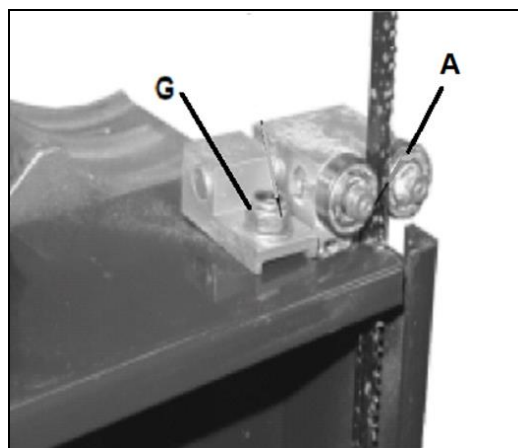

Fig 27
Die Sechskantmutter (G, Fig 27) lösen und die gesamte Führung in der Tiefe so einstellen, dass der Abstand vom Zahngrund zu den seitlichen Führungsrollen (A) ca. 2 mm beträgt.